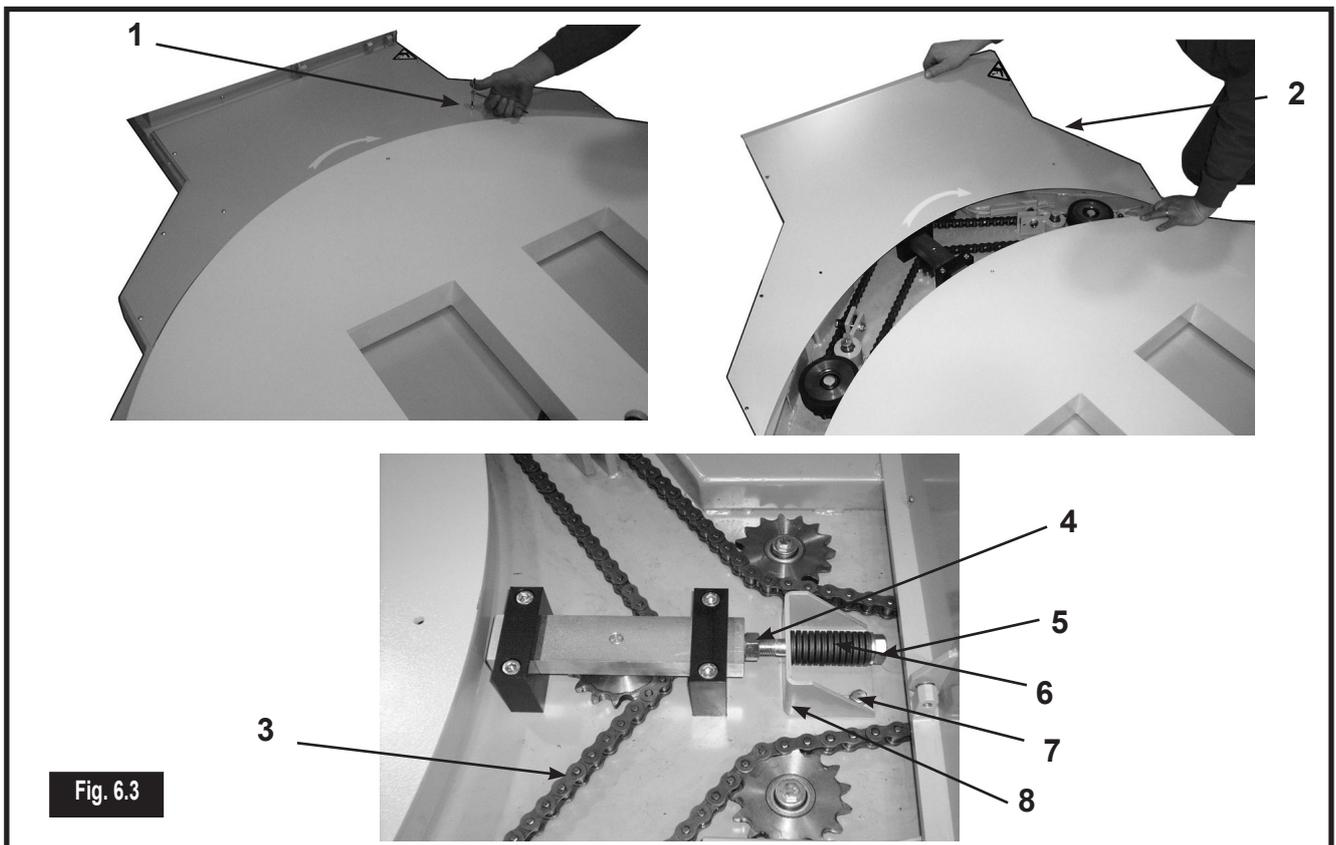

Fig. 6.3
Tavola rotante con vano transpallet (Fig. 6.3)
Plateau tournant avec logement pour transpalette (Fig. 6.3)
- a) togliere il riparo di protezione **(2)** (Fig. 6.3);
- a) ôter le carter de fermeture **(2)** (Fig. 6.3);